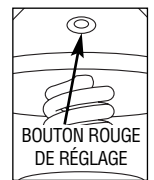

Fig. 10
4. Appuyez sur le bouton rouge du luminaire: une fois pour haute intensité, deux fois pour basse intensité et trois fois pour éteindre. (Fig. 10)
1. Appuyez sur le bouton rouge du bloc d'alimentation pour mettre l'alimentation principale sous tension. Ceci fait, le bouton du bloc et le luminaire de la tente luiront. (Fig. 10)